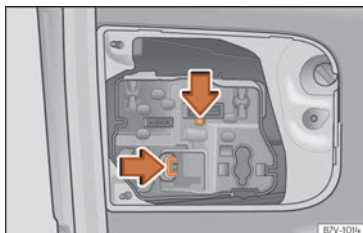

Abb. 69 An der Gepäckraumklappe: Lampenträger herausnehmen.
- Verriegelungslaschen in Pfeilrichtung drücken »» **Abb. 69** und Lampenhalter herausnehmen.